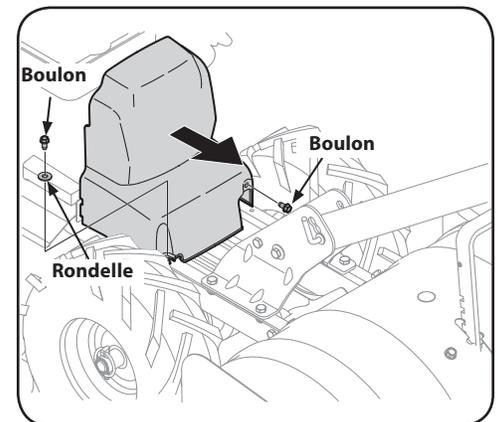

Figure 5-3
2. Retirez les deux boulons hexagonaux de 1/4-20 et la rondelle plate qui fixent le couvercle des courroies, puis retirez le couvercle. Voir Figure 5-3. Soulevez le couvercle et gardez-le dans un endroit sûr pour utilisation ultérieure.